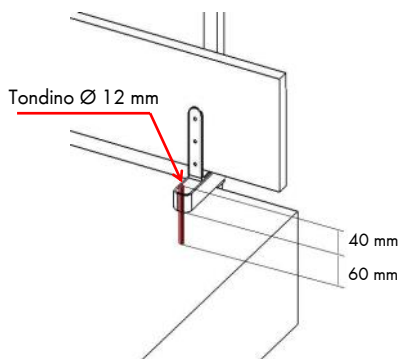

fig. 8
- **Creare un foro Ø 14 mm aderente alla curva interna della forcella superiore (fig. 8 a pag. 9) ed inserirci a secco, un tondino d'acciaio Ø 12 mm. Il foro deve essere profondo 60 mm e il tondino d'acciaio deve essere lungo almeno 100 mm. Tale sistema serve per mantenere il montante nella sua posizione in caso di eventuale urto e in caso di condizioni meteorologiche particolari (p.es. forte vento);**